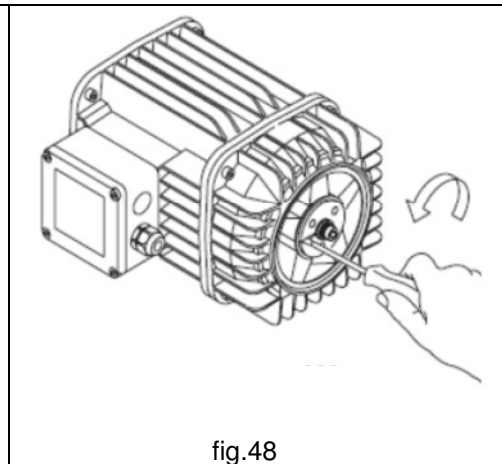

fig.48
5. Eliminar el casquillo de la zapata desbloqueándola. Si fuera necesario, actuar con un destornillador en la ranura (fig. 48);